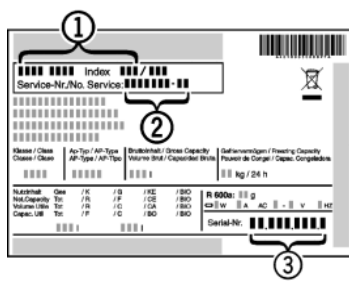

Fig. 25
- ▶ Назва пристрою *Fig. 25 (1)*, сервісний номер *Fig. 25 (2)* та серійний номер *Fig. 25 (3)* вказані на заводській табличці. Заводська табличка знаходиться всередині пристрою, зліва.